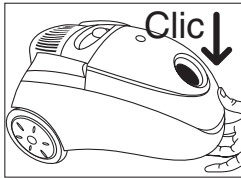
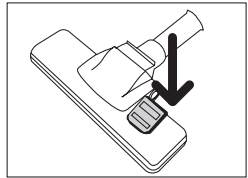

Fig. 2
Fig. 3
- Para cerrar el compartimento (2) baje la tapa del mismo y presione con ayuda de la mano hacia abajo, en la zona de la apertura (1), hasta que oiga un clic (fig. 2).
- Coloque el tubo flexible (14) introduciendo su extremo en el orificio del empalme (5), hasta que oiga un clic.
- Antes de utilizar el aspirador, prepare los accesorios correspondientes a la superficie que vaya a limpiar. Estos se unen a presión con un suave movimiento giratorio. Puede colocar los accesorios directamente al tubo flexible (14), o bien, para acceder a superficies lejanas, coloque el tubo metálico telescópico (16).
- El cepillo de aspiración (17) que incorpora este modelo lo puede utilizar para todo tipo de suelos, moquetas, alfombras. Este cepillo es retráctil dependiendo de la superficie a aspirar. Presionando con el pie sobre el pulsador del cepillo (23) se intercambia la posición de limpieza del cepillo (fig. 3). Se aconseja la limpieza de suelos duros, madera y parquet con el cepillo de fibra activado y la limpieza de moquetas, alfombras con el cepillo con el cepillo de fibra escondido.
- El cepillo especial para PARQUET de cerdas naturales (18) puede utilizarse para suelos de madera y parquet.
- Este modelo también incorpora una boquilla de aspiración para lugares estrechos, ranuras y esquinas (19), una tobera para superficies tapizadas (20). Estos accesorios también se colocan directamente al tubo flexible (14) o bien, al tubo metálico telescópico (16).
- Ya puede conectar el aparato a la red. Para lo cual extraiga el cable y ponga el aspirador en marcha accionando el pulsador (10).
- Regule la potencia de aspiración con el regulador (12).
- También, puede regularse la potencia de aspiración abriendo o cerrando el regulador mecánico de potencia en el mango (13).
- Una vez terminado el trabajo, apague el aparato accionando el pulsador (10). Desconéctelo de la red y recoja el cable pulsando la tecla (11). Se recomienda sujetar la clavija del cordón con la mano, con el fin de evitar un posible golpe de ésta con el cuerpo del aspirador.
- Si lo desea puede utilizar el asa (21) para transportar el aspirador mientras que lo utiliza y poder acceder a lugares difíciles.